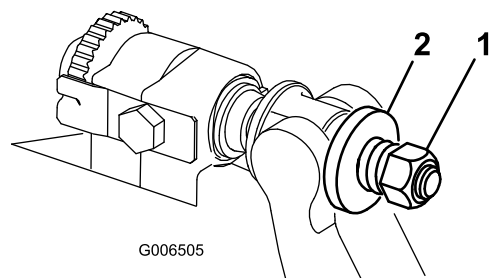

Figura 37
4. Aperte a porca da mola tensora até que a mola fique recolhida; em seguida, desaperte meia volta (Figura 37).